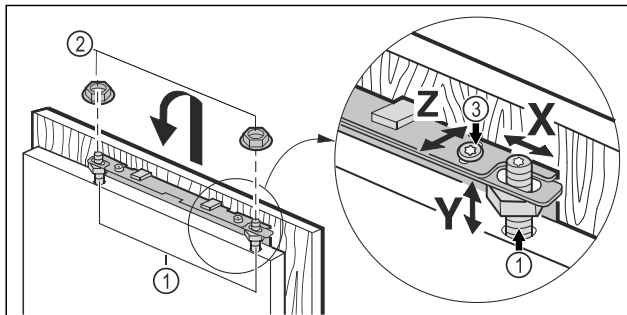

Fig. 43
- Varni derën e mobilies në bulonat e rregullimit Fig. 43 (1) dhe pastaj vidhosni sërish lirshëm kundërdadot Fig. 43 (2) në bulonat e rregullimit.
- Nivelimi i derës së mobilies në lartësinë Y dhe në pjerrësinë anësore: Rregulloni bulonin e rregullimit Fig. 43 (1) me një kaçavidë.
- Shtrengoni kundërdadot Fig. 43 (3).